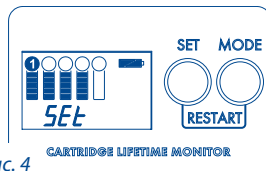

Рис. 4
a. Последовательным нажатием кнопки MODE выберите надпись SET (Рис. 4).
а. Последовательно нажимать кнопку MODE, пока на дисплее не покажется надпись SET (Рис. 4).